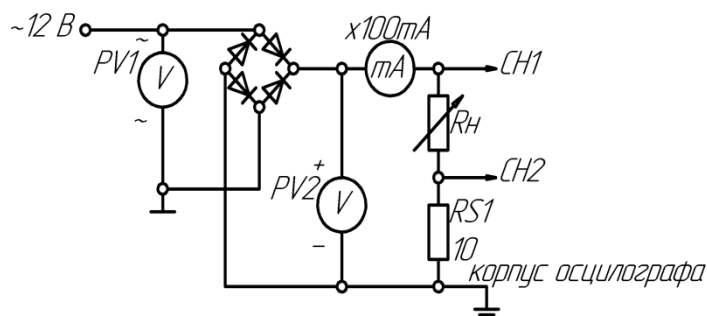

Рисунок 19 – Схема выпрямителя
- Собрать схему выпрямителя по рис. 19. Установить заданное значение сопротивления нагрузки R_n . Вольтметр PVI включить в режиме измерения **переменного** напряжения, а PV2 в